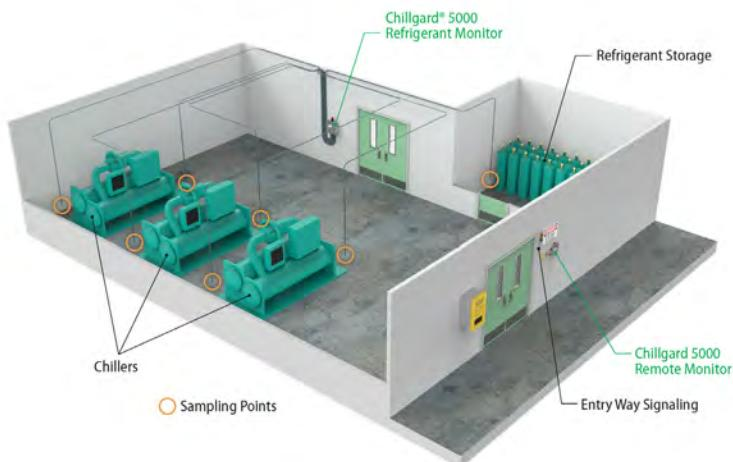

图 7 制冷剂的安装位置
- 安装位置应高出地面 5 英尺（1.5 米）（图 7, 图 9）。